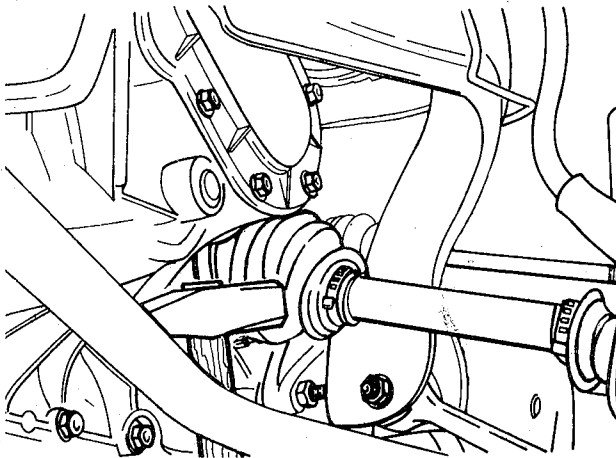

fig. 25
3. Soltar as braçadeiras e destacar o guarda-pó interno, deslocando-o ao longo da semi-árvore (fig. 25)